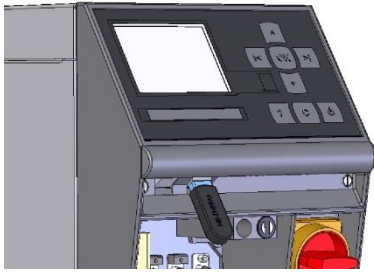

Abb. 75: Csatlakoztassa az USB adattárolót
2. Csatlakoztassa az USB adattárolót (Abb. 75).